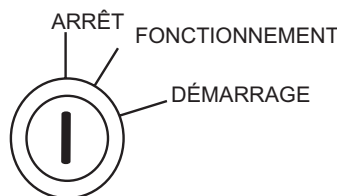

Figure 54. Commutateur D'allumage (Position Désactivé)
3. Placez le commutateur d'allumage (Figure 54) n position "**STOP**" "**ARRÊT**", retirez la clé et gardez-la dans un endroit sûr.
2. Tournez la clé de contact en position **STOP (ARRÊT)** (Figure 54).